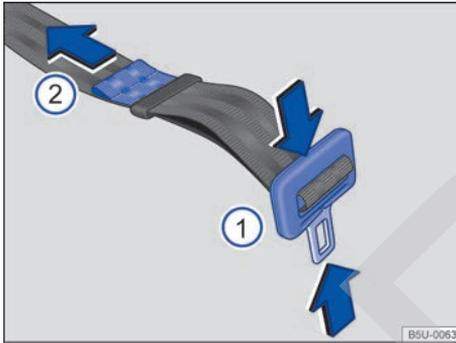

Fig. 56 Ajustar la banda del cinturón de seguridad abdominal.
- Presione la lengüeta en el sentido de las flechas → fig. 56 (1) y extienda totalmente el cinturón de seguridad.
- Apriete la lengüeta contra el cierre del cinturón de seguridad y tire del extremo → fig. 56 (2) en el sentido de la flecha, hasta alcanzar una holgura máxima de 5 cm (3 dedos) en la zona pélvica.